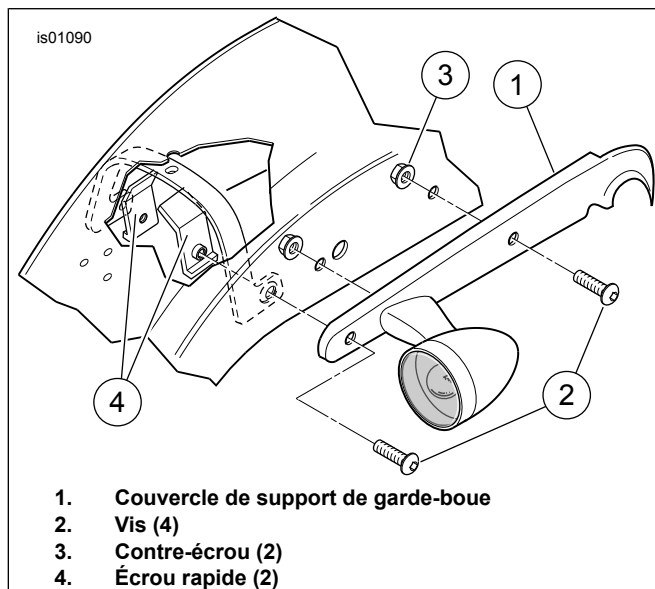

Figure 1. Support de garde-boue arrière (côté droit montré)
1. Voir Figure 1. Retirer et jeter la vis (2) de devant et le contre-écrou (3) du couvercle de support de garde-boue (1) arrière.